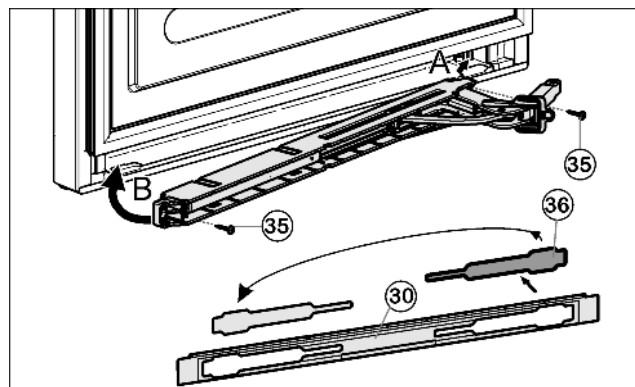

Fig. 18
- ▶ Освободите крышку Fig. 18 (36) из накладки Fig. 18 (30) и снова установите её на другой стороне.
- ▶ Прикрутите (2 шт. Torx® 15) Fig. 18 (35) узел амортизатора закрывания дверцы.